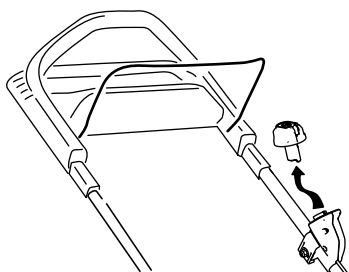

Figura 20
1. Îndepărtați butonul de pornire electrică (Figura 20).